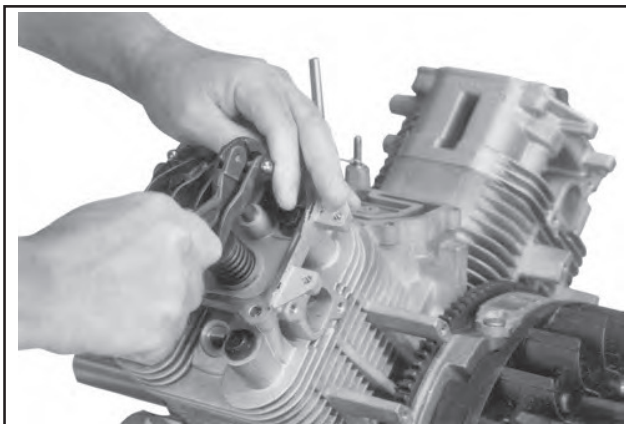

Abbildung 11-47. Verwendung eines Schlüssels für den Hub des Kipphebels über die Stößelstange.
4. Mit einem Schlüssel oder einem Hubinstrument für Kipphebel (siehe Kapitel 2) die Kipphebel anheben und die Stößelstangen darunter positionieren. Siehe Abbildung 11-47.